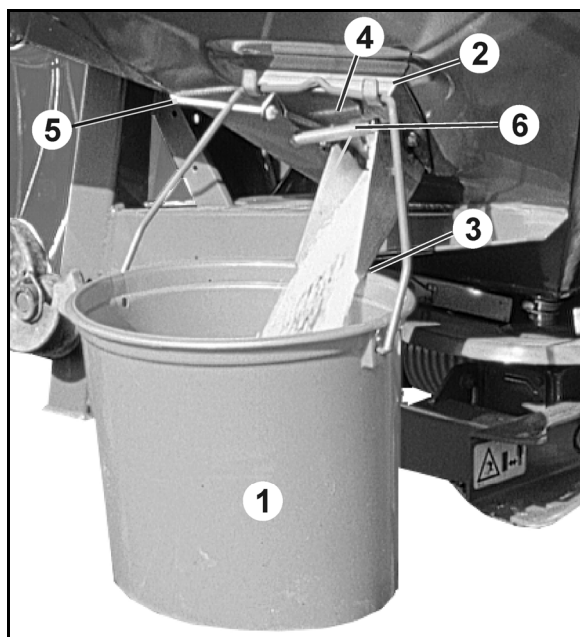

Bild 64
1. Häng upp uppsamlingsbehållaren (Bild 64/1) i hållaren (Bild 64/2) med hjälp av bärbygeln. Haka fast uppsamlingsbehållaren i klämanordningen (Bild 64/3).
2. Öppna sidospjället (Bild 64/4) till utloppsrännan helt genom att dra ca 5 sekunder i vajern (Bild 64/5) (för att säkerställa ett likformigt gödselflöde). Håll därefter tillbaka den uppsamlade gödselmängden i spridarens behållare.
5. Kör mätsträckan från start- till stoppunkten under fältbetingelser, dvs. med avsedd, konstant arbetshastighet. Exakt vid mätsträckans startpunkt öppnar du sidospjället (Bild 64/4) till utlopps-rännan helt med hjälp av vajern (Bild 64/5) – dra till stoppläget – och vid slutpunkten stänger du det (när vajern släpps drar fjädern (Bild 64/6) tillbaka sidospjället till stängt läge).